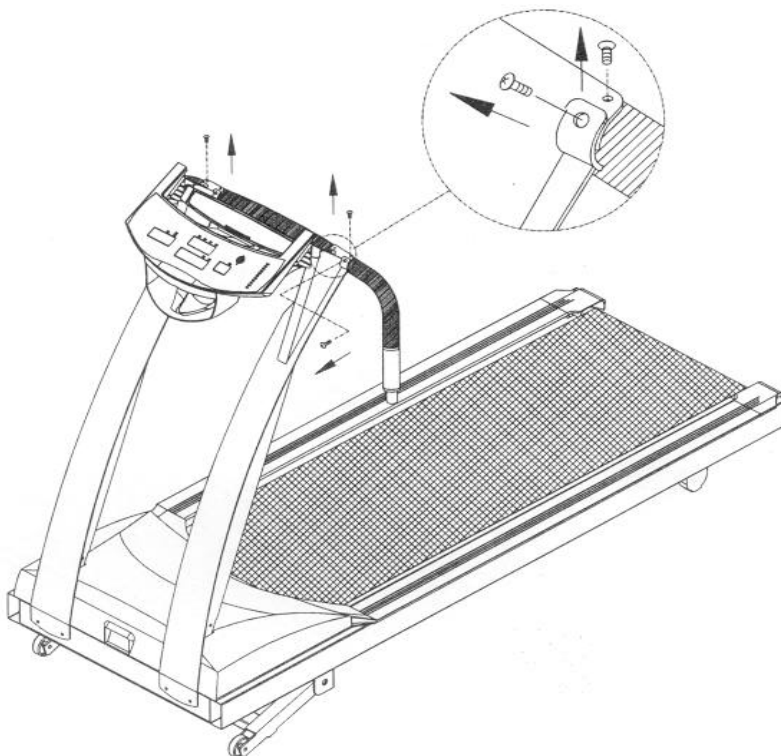

Fig.4
6. Maak de schroeven van de handvaten los en verwijder het stalen plaatje. (zie fig. 4)